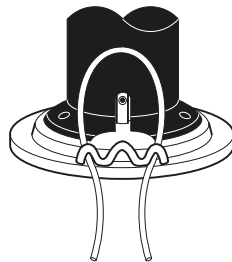

Рис. 10
4. Продеть концы нового корда в крайние петли (Рис. 10).